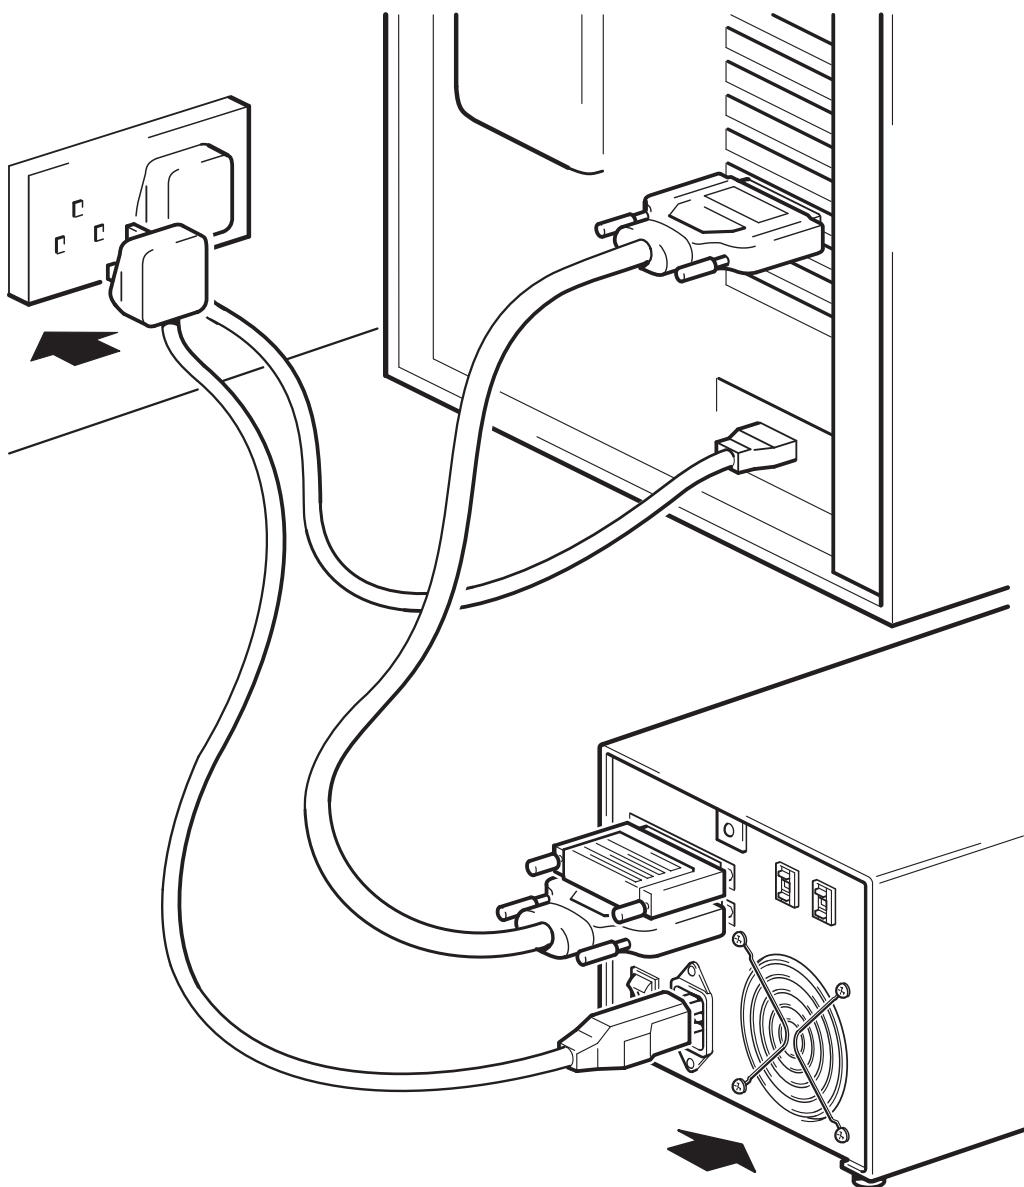

Figura 7: conectar o cabo de alimentação
- 2** Encaixe o cabo de alimentação firmemente no soquete no painel traseiro do autoloader. (Veja a figura 7.)